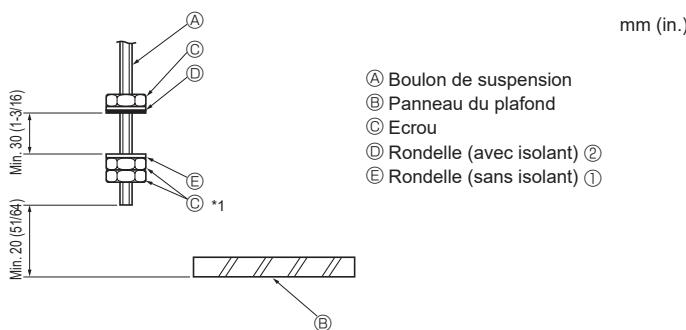

Fig. 2-5
2.4. Méthodes de suspension de l'appareil (Fig. 2-5)